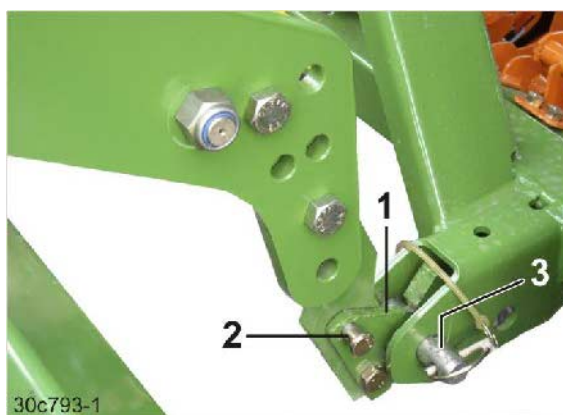

Fig. 89
2. Løsn sikringslaskerne (Fig. 89/1).
- 2.1 Træk bolten (Fig. 89/2) ud.
5. Tag maskinen nederste koblingspunkter (Fig. 89/3) op med fangkrogene.
7. Drej låselaskerne (Fig. 89/1) og fastgør dem med en bolt (Fig. 89/2). Lås boltene med ringsplitter.